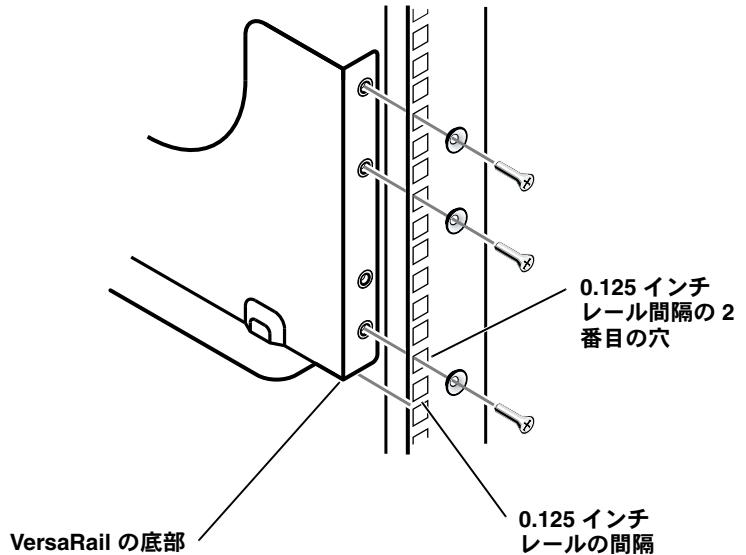

図 5-2. VersaRail の位置合わせ
2. ラックの前部にある縦レールと VersaRail の位置を合わせます(図 5-2 を参照)。
3. VersaRail の取り付けフランジをラックの前部縦レールの内側に合わせ、VersaRail の底部がラックの前部縦レールの 0.125 インチ間隔に接合するようにします(図 5-2 を参照)。
メモ: 図 5-2 に示すように、必ず取り付け穴を使用して VersaRails の前部をラックに固定してください。VersaRail 底部から 2 番目の取り付け穴は、システムをラックに固定するのに使用します。